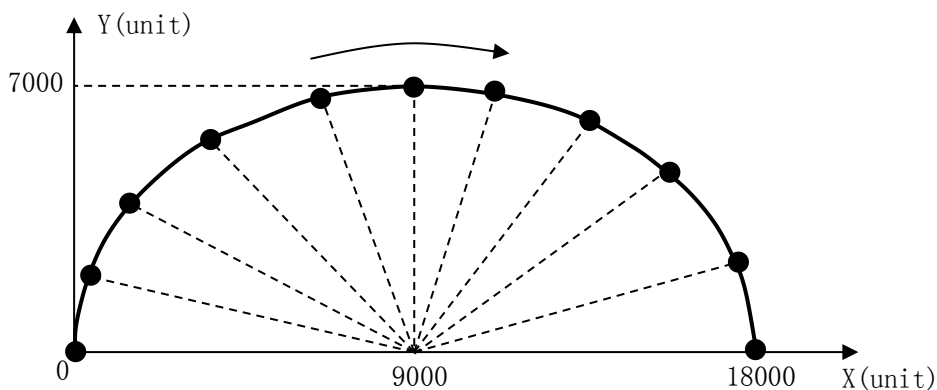

图 7.43 上半椭圆轨迹和分段
如图 7.43 所示，要控制运动平台按椭圆轨迹运动，但 DMC-E5064 卡中并没有提供椭圆插补函数，用户可以使用 PVT 函数自己设计该轨迹。
1、将该轨迹分成圆弧角相等的十段轨迹，如图 7.43 所示；计算各点坐标值，即得 P 值。程序如下：